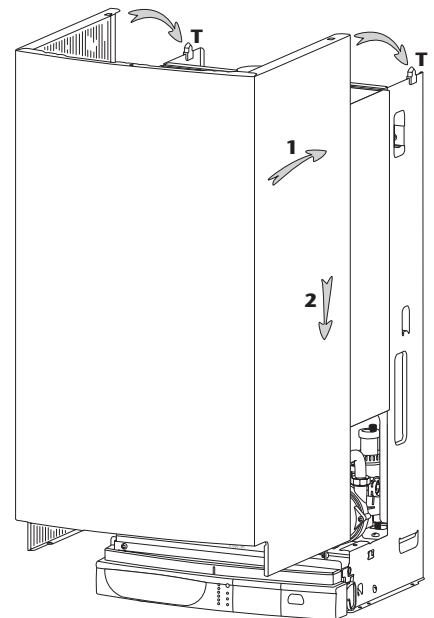

Fig. 20
- présenter l'habillage (fig. 20)
- engager les 2 encoches de côté sur les tenons **T** du châssis, et placer l'habillage suivant **1** et **2** (fig. 20)